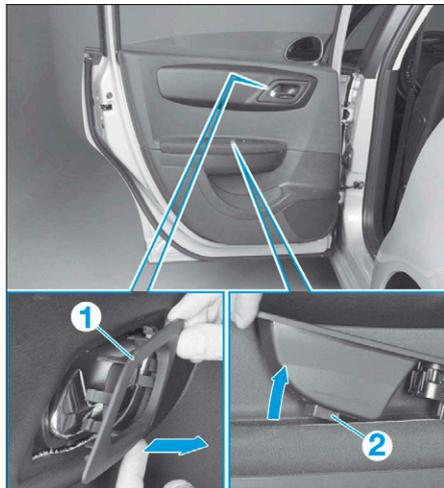

FIG. 49
- Déposer l'encadrement de poignée intérieure (1) (Fig.49).
- Déposer la vis de fixation (2), puis déposer l'ensemble de commande de lève-vitre.